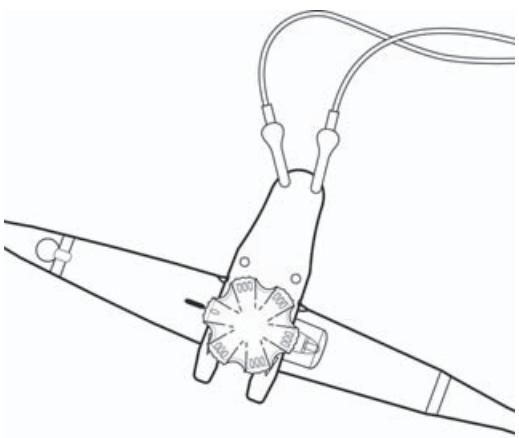

**Afbeelding 6** Geleideplaatbevestiging
**a** Sluit de zwarte lead op de geleideplaat in het zoutwaterbad aan zoals weergegeven in **Afbeelding 6**.